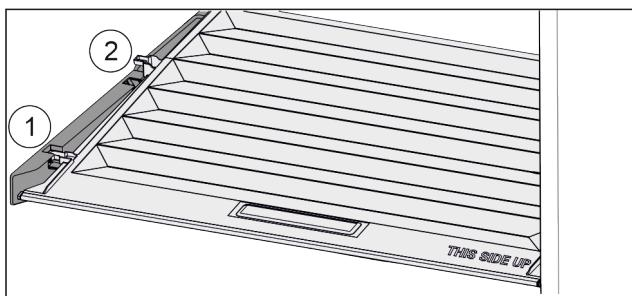

Fig. 149
- Pokrov povlecite naprej Fig. 149 (1) do odprtine v držalnih delih.
- Zadaj ga od spodaj dvignite in odstranite Fig. 149 (2) navzgor.